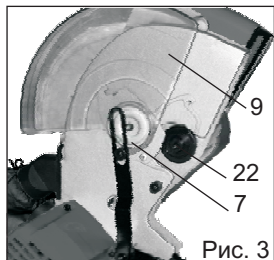

Рис. 3
9.3 Снятие и установка пильного диска (Рис.3)